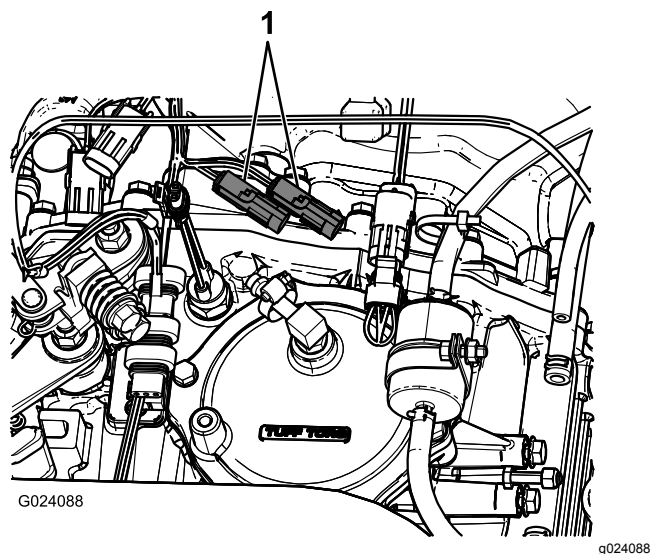

図 16
2. 車両のトランスアクスルで、車両側の速度センサー用ワイヤハーネスの3ピンコネクタを、スプレーヤのハーネスの3口コネクタに接続する 図 16。